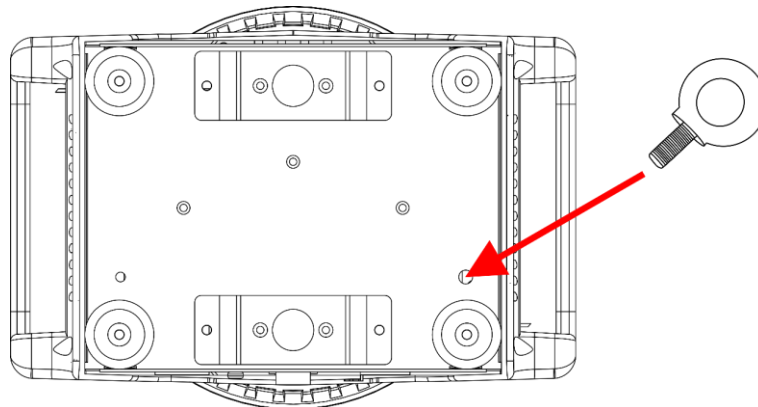

Fig. 09
- 01) Installez l'anneau de sécurité fourni avec l'appareil dans l'**orifice de l'anneau de sécurité (12)**, comme indiqué sur la Fig. 09. Veillez à utiliser des pinces adaptées à la fixation de l'appareil sur un truss.